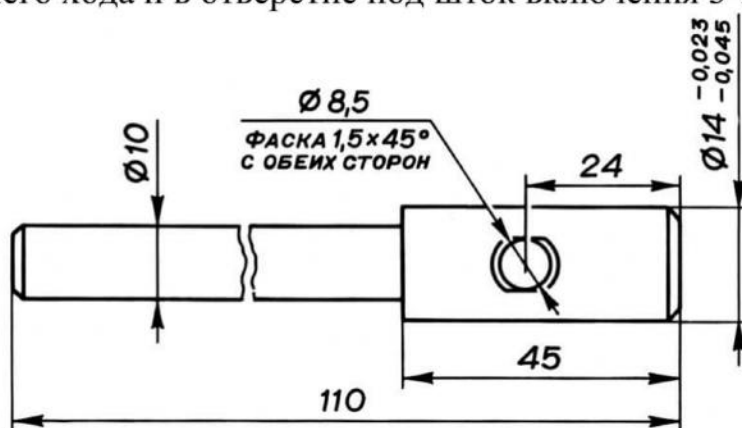

Рис. 3.43. Оправка для установки стопорного плунжера
- установить стопорные плунжеры 29 (см. рис 3.30) (длина плунжера $L=11,6$ мм) механизма блокировки в пластину между отверстиями под штоки переключения передач; для удобства целесообразно использовать оправку (рис. 3.43), последовательно вставляя ее в отверстия под шток включения 5-й передачи и заднего хода и в отверстие под шток включения 3-й и 4-й передач;